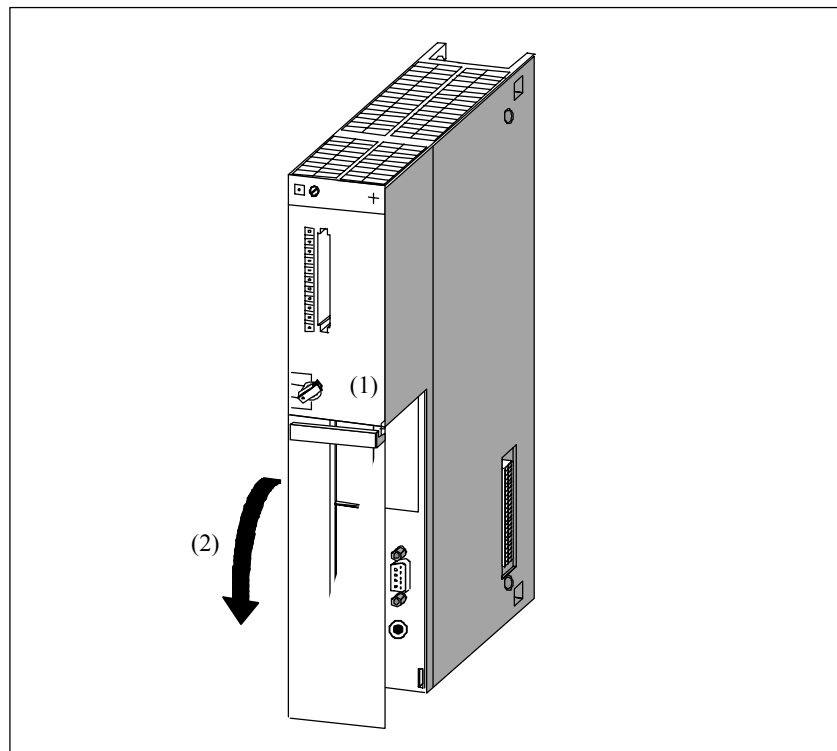

Рис. 10-22. Снятие крышки
4. Снимите крышки с модулей, если они имеются. На рис. 10-22 показано, как снять крышку.
- Поверните крышку вперед и снимите ее (2).